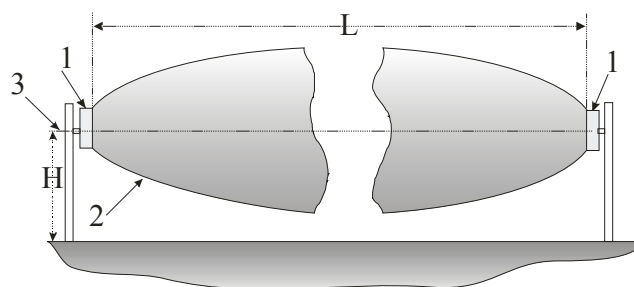
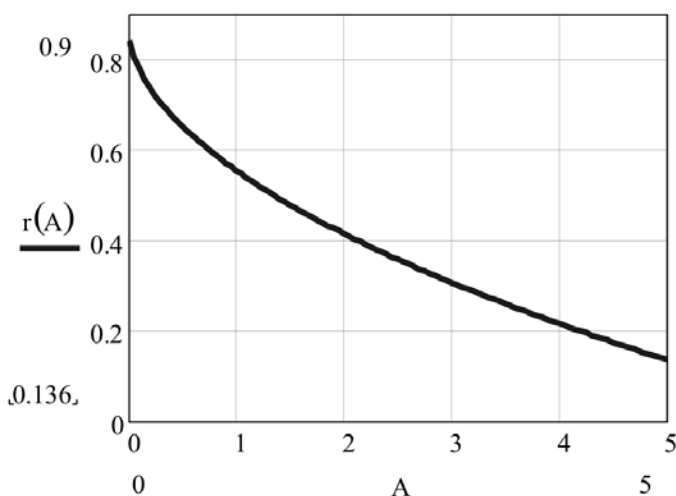

Рис. 4.1
Рис. 4.3
4.5 При выборе высоты установки необходимо учесть, что при приближении к БПРД (БПРМ) вдоль оси, ЗО «сужается» как показано на рис. 4.1, 4.3. На рис. 4.3 показана зависимость расстояния « $r(A)$ » от нижнего края чувствительной зоны до поверхности земли при приближении к БПРД (БПРМ) на расстояние « $A$ ». При расчете принято, что центры блоков находятся на высоте 0,9 м от поверхности земли. Вблизи от указанных блоков ширина ЗО равна ширине блоков. В случаях другой высоты установки блоков, необходимо сделать линейную поправку на изменение высоты, т. е.